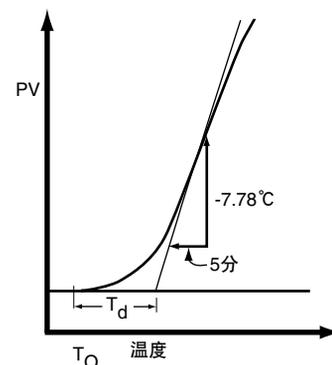

图8：系统延时
3. 从最大斜率点开始向后到环境温度轴画一条线，得到总系统延时 T_d （见图8）。也可以用下面的公式得到延时： $T_d = \text{达到最大斜率时的时间} - (\text{最大斜率处的PV} - \text{环境温度}) / \text{最大斜率}$
示例：图8中的图表记录是在以最大功率给加热炉供电时获得的。图表比例尺为 $10^\circ\text{F}/\text{cm}$ 和 $5\text{分}/\text{cm}$ 。控制器范围为 $100 \sim 600^\circ\text{F}$ ，或者说 500°F 的量程。